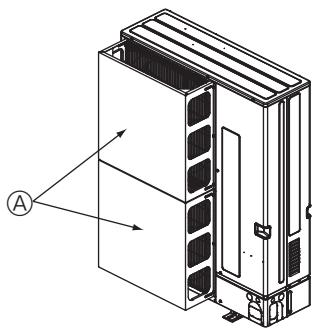

Fig. 2-16
- ① Installieren Sie eine als Sonderzubehör erhältliche Luftauslassführung, wenn die Anlage an einem Aufstellungsort installiert ist, an dem die Gefahr besteht, dass starker Wind direkt in die Luftaustrittsöffnung bläst. (Fig. 2-16)